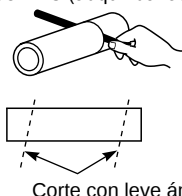

Fig. 3-17
- (5) Mida el grosor de la pared desde el borde interior al borde exterior y corte tubo PVC con un ligero ángulo 6 mm más corto que el grosor de la pared. (Fig. 3-17)